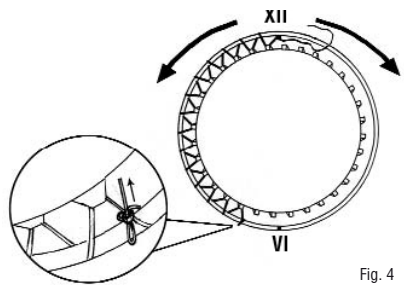

Fig. 4
Cominciate in senso orario verso la direzione XI, in modo da tendere la fune alternandola attraverso i ganci del tappeto elastico (6) e sopra il telaio di tubi (1). Cercate di raggiungere la posizione opposta VI. Non tendete però troppo la fune altrimenti il tappeto elastico non risulterà al centro del telaio. Innanzi tutto va detto che andrebbe bene qualora doveste arrivare alle VII oppure alle VIII. Eseguite un nodo più lasco al telaio in modo che possa essere facilmente riaperto più tardi (Fig. 4).